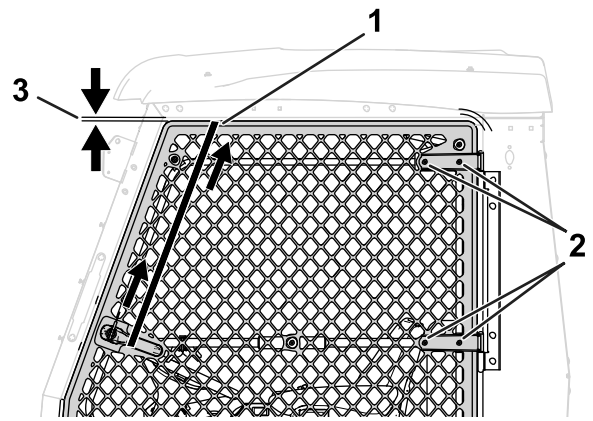

Figure 6
2. Fermez la porte et immobilisez-la à l'aide d'une sangle à cliquet (Figure 6).
3. Desserrez les 4 boulons et les 4 écrous sur la charnière de porte (Figure 6).
4. Tendez la sangle à cliquet pour tirer la porte vers le haut (Figure 6).